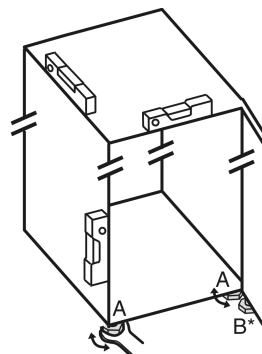

Fig. 23
- ▶ 用随附的开口扳手将垫脚 Fig. 23 (A) 借助水平仪旋出，直至稳固、平坦对齐冰箱。
- ▶ 使用随附的开口扳手旋出托架上的垫脚 Fig. 23 (B)，直至垫脚平置于地板。
- ▶ 将垫脚 Fig. 23 (B) 继续旋转 90°。